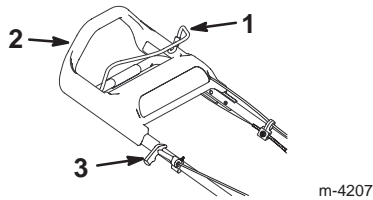

Figure 8
La poignée du lanceur et la barre de commande de la lame se trouvent sur la partie supérieure du mancheron, comme illustré à la Figure 8.
- **Démarrage manuel**—Tirez lentement la poignée du lanceur jusqu'à ce que vous sentiez une résistance, puis tirez vigoureusement (Fig. 8). Laissez le lanceur se rétracter lentement jusqu'à la poignée.